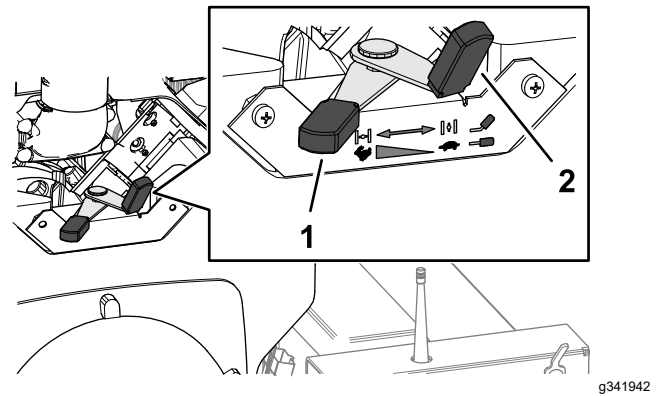

Bild 15
2. Schieben Sie nach dem Starten des Motors den Chokehebel (Bild 15) in die EIN-Stellung.
3. Schieben Sie den Gasbedienungshebel (Bild 15) zwischen die Langsam- und Schnell-Stellung.